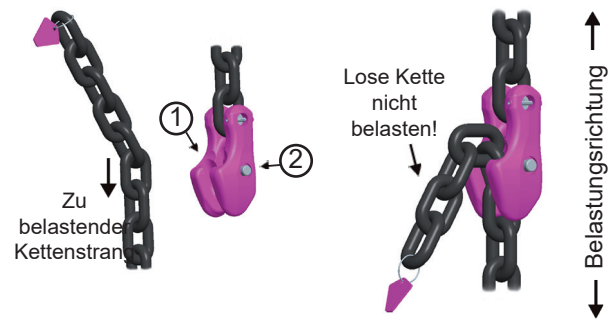

Abb. 12: Verkürzungsklaue (Montage)
- 3 Legen Sie anschließend, bei entspannter Kette, das gewünschte Kettenglied des zu belastenden losen Kettenstranges in die Aufnahmetasche der VIP-Verkürzungsklaue 28 ein, siehe Abb. 12 (1).
Halten Sie beim Einlegen den Sicherungsbolzen gedrückt (siehe Abb. 12 (2)).
Der zu belastenden Kettenstrang muss unten aus der Verkürzungsklaue herausragen (siehe Abb. 12).